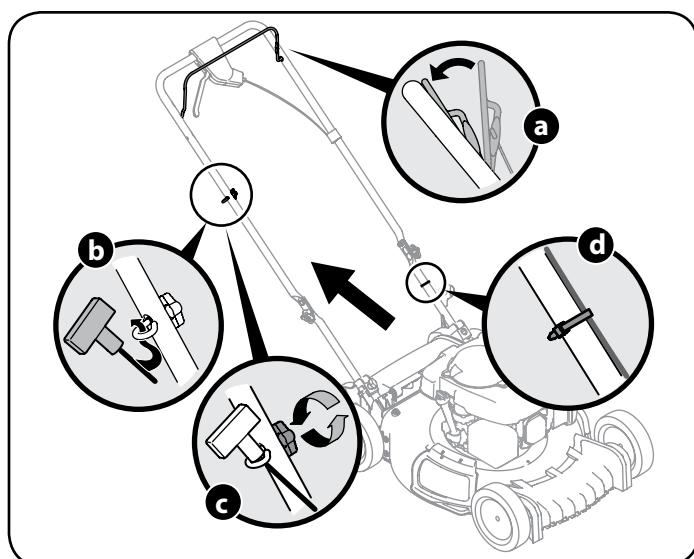

Figura 5
8. La guía de la cuerda, que está conectada a la varilla de sostén, se encuentra sobre el lado derecho de la manija inferior. Vea la Figura 5.